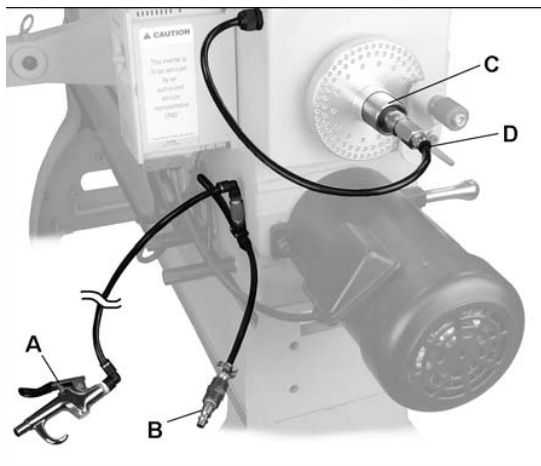

Рис. 12
См. Рис. 12 и 13.
1. Присоедините шланг продувочного пистолета (А, Рис. 12) к тройниковому соединителю.
3. Прикрепите вакуумный адаптер (С) к шлангу (D) и вставьте с нажимом адаптер в шпindelь.